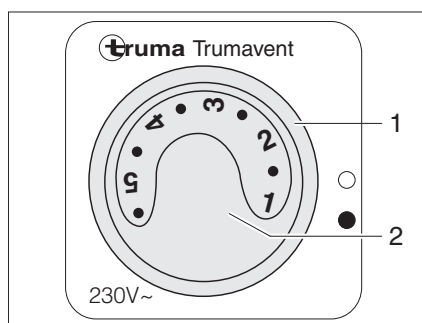

Fig. 109 Commutateur de commande du ventilateur à air pulsé (230 V)
- Mettre l'interrupteur tournant (Fig. 109,1) sur "●".
- Régler la puissance désirée du ventilateur à air pulsé à l'aide du bouton de commande (Fig. 109,2).
- Mettre l'interrupteur tournant (Fig. 109,1) sur "○".